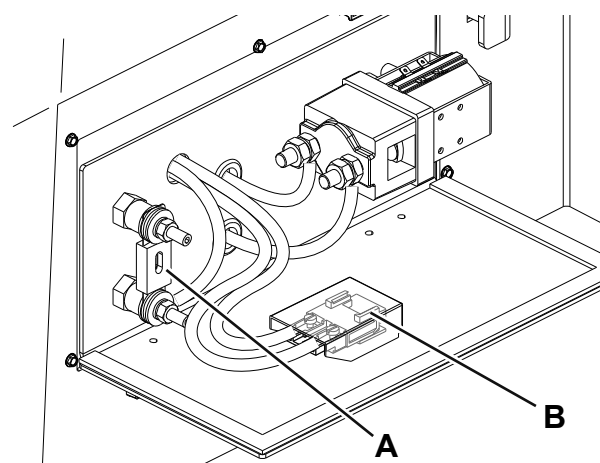

Figure 9
3. Tourner la clé de contact (57) sur "O", puis l'enlever.
4. Ouvrir le couvercle de la boîte à fusibles (23).
- (A, Fig. 9) : fusible en ruban F0 (250 A), moteur électrique pompe principale
- (B) : fusible à lame F10 (30 A) (B), composants auxiliaires